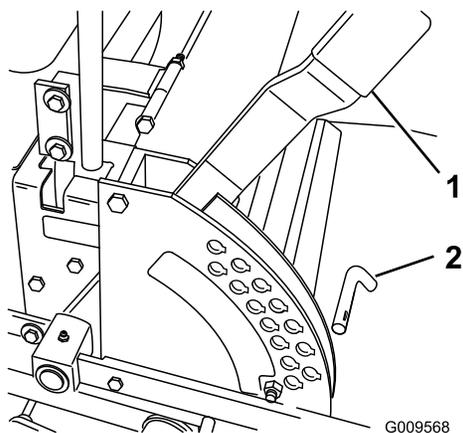

Figura 18
1. Levante la palanca de ajuste de la altura de corte a la posición de TRANSPORTE (que es también la posición de altura de corte de 127 mm) (Figura 18).
2. Para ajustar la altura de corte, retire el pasador del soporte de altura de corte (Figura 18).
3. Seleccione el taladro del soporte de altura de corte que corresponde a la altura de corte deseada, e inserte el pasador (Figura 18).